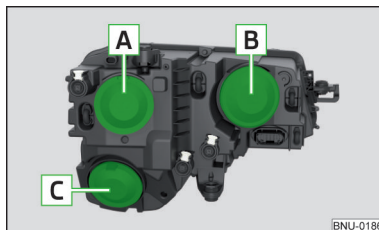

Fig. 346
- › Retirar la tapa protectora **A** o **B** » fig. 346 de la pág. 311.
- › Retirar la tapa protectora **B** » fig. 346 de la pág. 311.
- › Colocar la tapa protectora **B** » fig. 346 de la pág. 311.
- › Retirar la tapa protectora **C** » fig. 346 de la pág. 311.
Retirar la tapa protectora **C** » fig. 346 de la pág. 311.